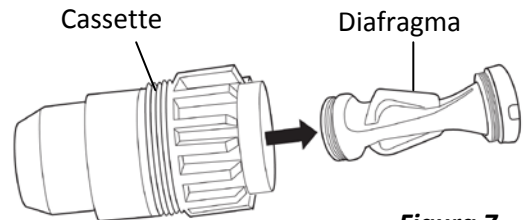

**Figura 5**
- Desenrosque el cassette, retire el tubo de extensión exterior y póngalo a un lado (Figura 5).